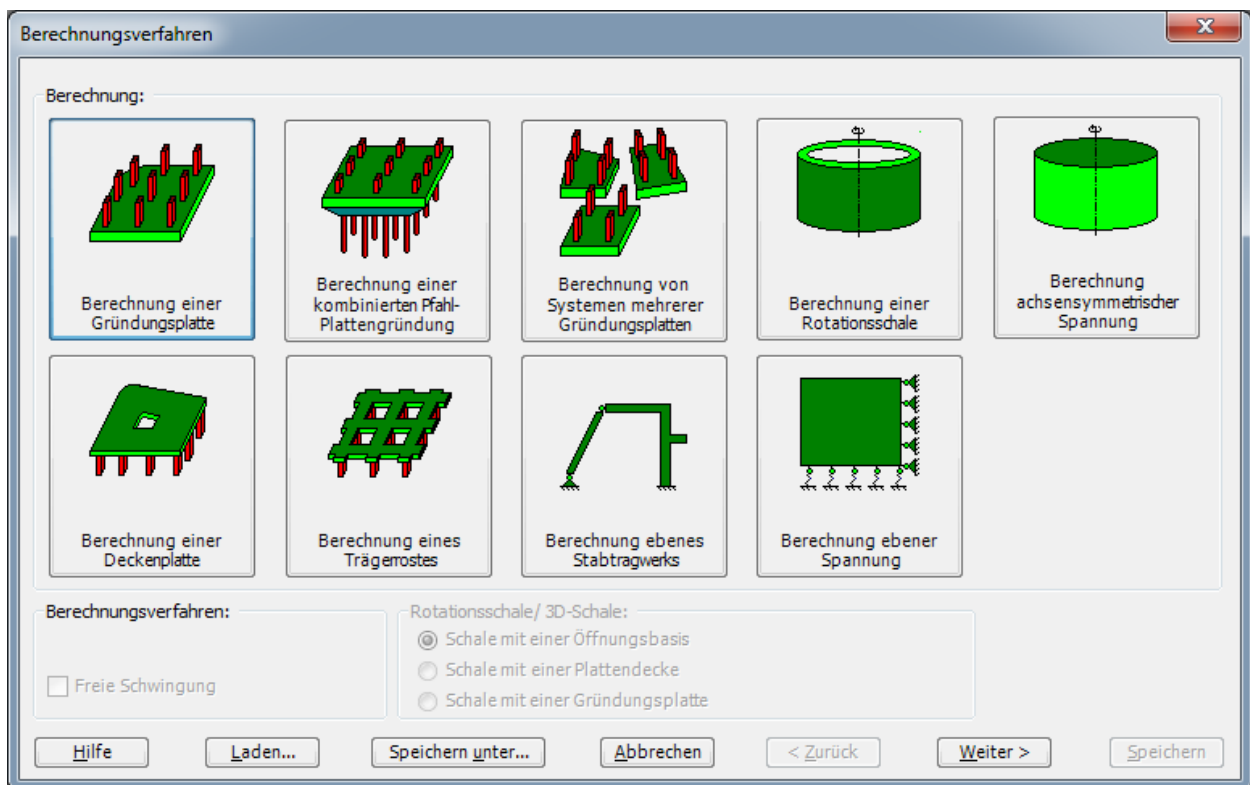

Bild 13.2 Wizard-Assistent "Berechnung"
Wählen Sie "Neues Projekt" aus dem Menü "Datei" des *ELPLA*-Fensters. Der folgende Wizard-Assistent im Bild 13.2 erscheint. Der Wizard-Assistent vereinfacht den Prozess mit Hilfe der Standard- und vertrauten Wizard-Oberfläche. Ein Wizard-Assistent ist eine Reihe von Menüs in einem speziellen Fenster, die durch eine Aufgabe helfen.
- Wählen Sie "Berechnung einer Gründungsplatte", wie in Bild 13.2 gezeigt